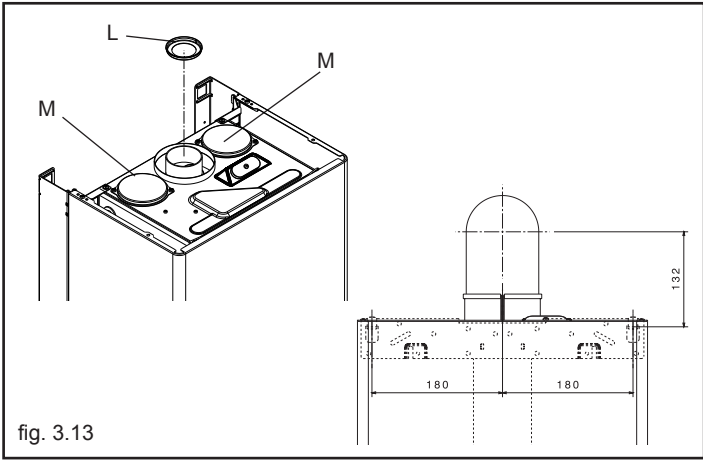

fig. 3.13
La caldaia viene fornita predisposta per essere collegata a condotti di scarico/aspirazione coassiali e con l’apertura per l’aspirazione aria (M) chiusa (fig. 3.13). Gli scarichi coassiali possono essere orientati nella direzione più adatta alle esigenze del locale, rispettando le lunghezze massime riportate in tabella. Per l’installazione seguire le istruzioni fornite con il kit.